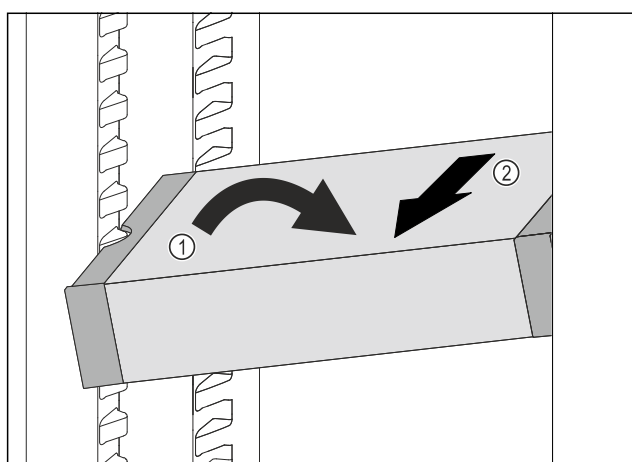

Fig. 57
- ▶ VarioSafe postavte v chladničce šikmo. Fig. 57 (1)
- ▶ VarioSafe odeberte směrem dopředu. Fig. 57 (2)